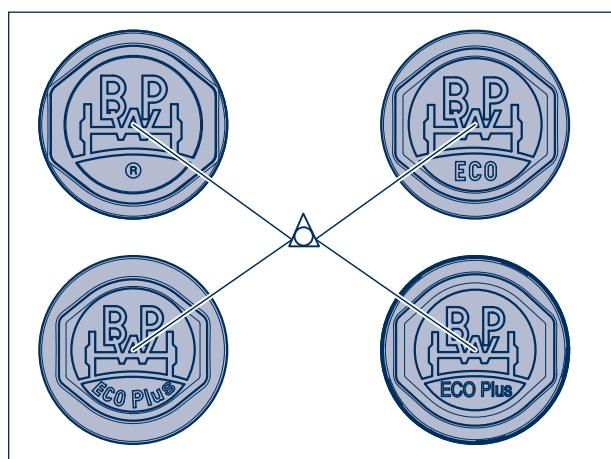

Рисунок 15
- [18] Измерить расстояние от исходной оси до следующей оси концами кернера в треугольниках колпака колеса (рисунок 15) или в фасках цапф оси в случае старых колпаков; допуск: ± 1 мм (страница 107, рис. 6).